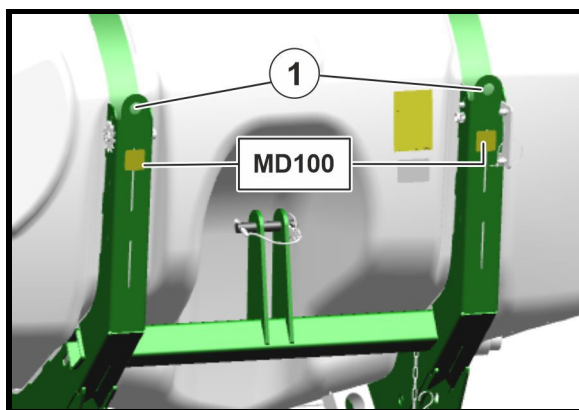

Fig. 4
- un punct de prindere la partea din spate (Fig. 4/1),